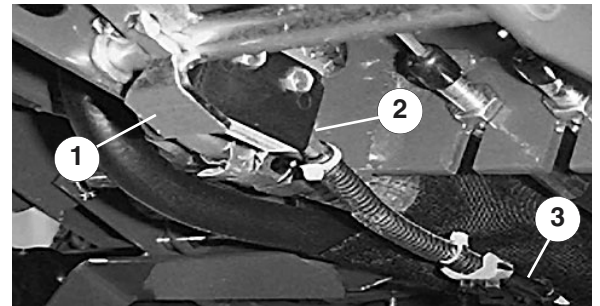

Figure 42
1. Il doit exister un espace d'environ 1,5 mm entre la palette de pivot de l'axe du frein de stationnement et la base du contacteur de sécurité (Fig. 42) (la palette ne doit pas toucher le contacteur).